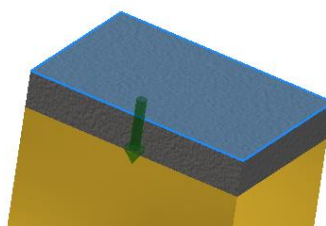

Рис. 3.86. Выбор начальной плоскости
4. Выберите в поле «Размещение» «Начальная плоскость» и укажите верхнюю грань первой пластины (рис. 3.86).